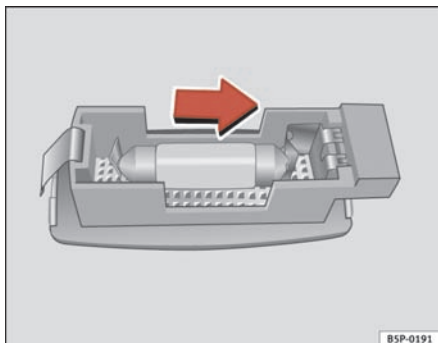

Fig. 196 Sådan tages lampen ud af solskærmen.
- Fjern forsigtigt lampen med en flad skruetrækker som vist på billedet ⇒ fig. 196.
- Tag pæren ud, og tag den i pilens retning og ud ⇒ fig. 196. ■